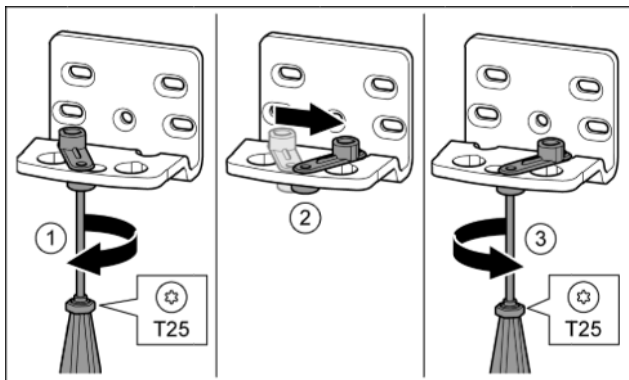

Fig. 15
- ▶ Šroubovákem T25 volně přišroubujte šroub. Fig. 15 (1)
- ▶ Zvedněte pomůcku zavírání dveří a v otvoru ji otočte o 90° doprava. Fig. 15 (2)
- ▶ Šroubovákem T25 šroub pevně utáhněte. Fig. 15 (3)